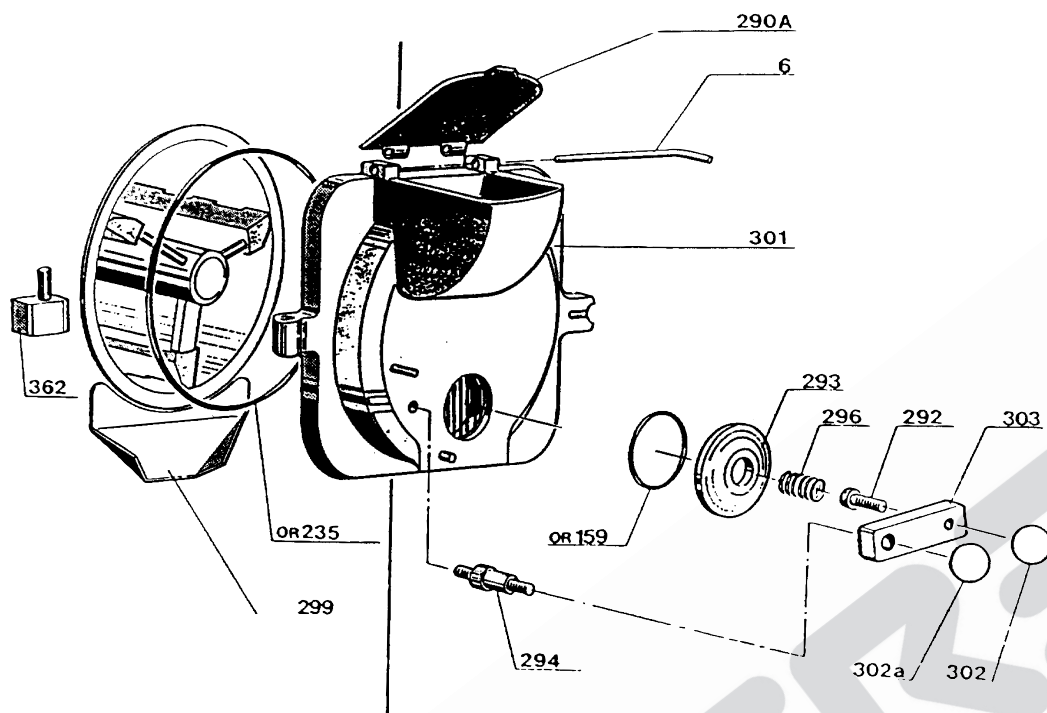

Fig. 4
La puertecilla descarga helado debe estar abierta a través de la palanca de mando pos. 303 (fig.4) para extraer el producto cuando ha alcanzado la consistencia deseada.
Desmontar la puerta pos. 301 (fig.4) girando la palanca pos. 289 hacia la derecha o izquierda, levantarla sacándola de su apropiada sede. Luego quitar el agitador y lavar todas las piezas con agua.